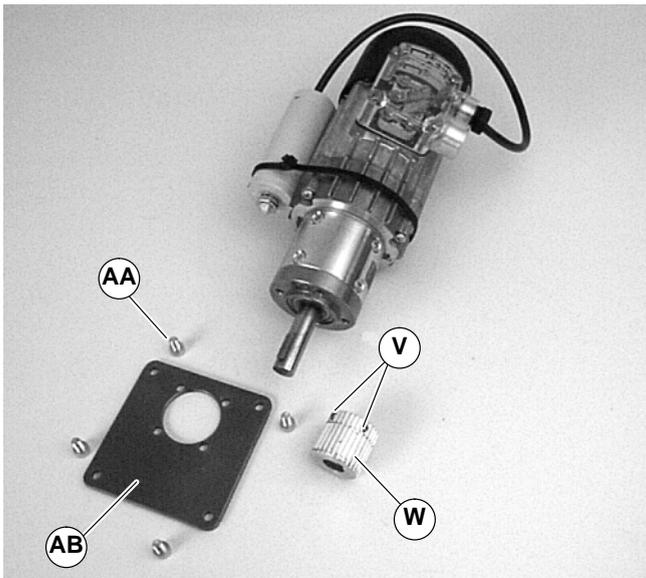

Abbildung 18
4. Zwei (2) Stellschrauben lösen (V siehe Abbildung 18).